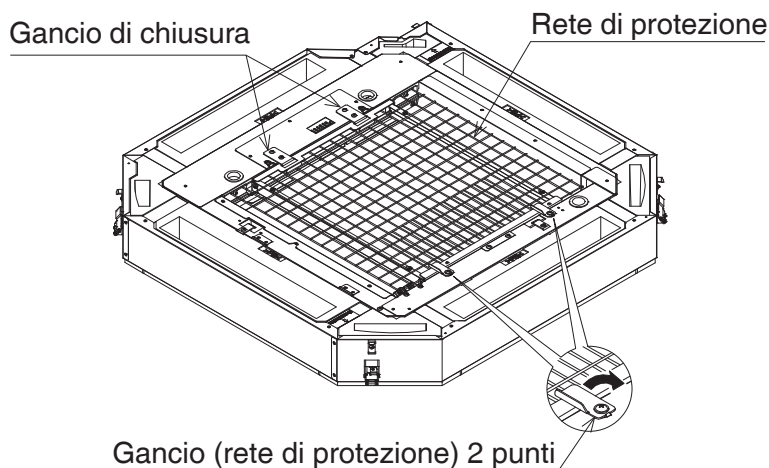

Figura 4
- (1) Rimuovere i nastri di fissaggio dei 2 ganci (rete di protezione) per girare i 2 ganci (rete di protezione). (Fare riferimento a **Figura 4**.)